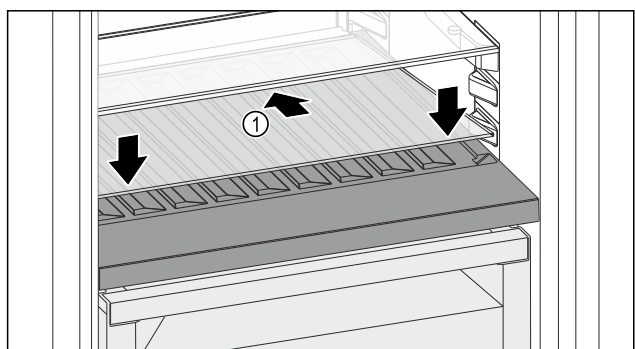

Fig. 126
- ▶ Placer la plaque de verre *Fig. 126 (1)* en biais et inclinée vers le bas.
- ▶ Abaisser l'avant de la plaque de verre *Fig. 126 (1)*.